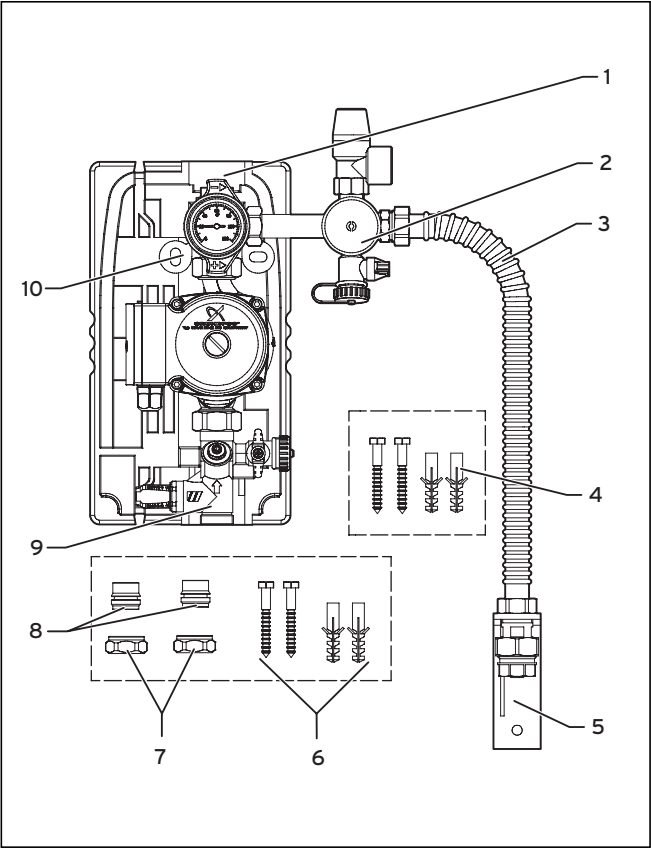
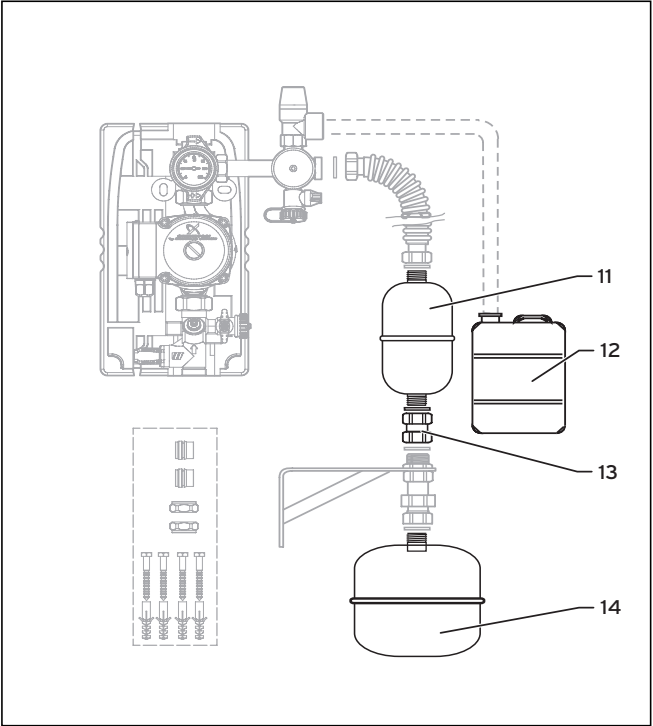

Abb. 3.1 Übersicht der Einstrang-Solarstation 6 l/min
Abb. 3.2 Übersicht der Zubehöre
Anstelle von Kupferrohren mit 22 mm Durchmesser können Sie auch Rohre mit 18 mm Durchmesser anschließen. In diesem Fall benutzen Sie die beiliegenden Reduzierstücke 22-18 (8, Abb. 3.1) mit integriertem Klemmring.
- Verbinden Sie das Rücklaufrohr Speicherkreis (9, Abb. 3.1) mit dem Rücklauf Solar am Kombispeicher.
- Montieren Sie die Sicherheitsgruppe (2, Abb. 3.1) mittels der 3/4" Überwurfmutter am dafür vorgesehen Anschlussstutzen oberhalb der Pumpe.
- Führen Sie die Abblaseleitung mit Gefälle zu einem geeigneten Auffangbehälter (12, Abb. 3.2).
Optional können Sie zwischen Solar-Ausdehnungsgefäß und Einstrang-Solarstation ein Solar-Vorschaltgefäß (**11**, Abb. 3.2) mit beigefügter 3/4"-Muffe (**13**, Abb. 3.2) einsetzen.
- Befestigen Sie die Halterung (**5**, Abb. 3.1) mit den Dübeln und Schrauben (**4**, Abb. 3.1) an der Wand.
- Schrauben Sie den Flansch und das Solar-Ausdehnungsgefäß (**14**, Abb. 3.2) an die Halterung (**5**, Abb. 3.1).
- Montieren Sie den Wellschlauch (**3**, Abb. 3.1).
- Befestigen Sie das Solar-Ausdehnungsgefäß 35 l mit den Dübeln und Schrauben (**4**, Abb. 3.1) an der Wand.